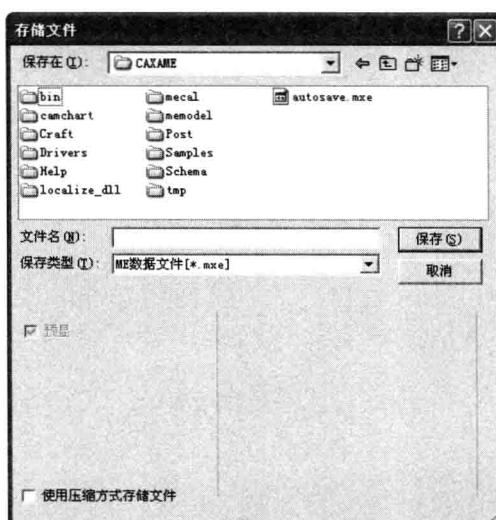

图 1-3-1
(1) 单击 CAXA 制造工程师 2011 工作界面中工具栏中的“保存”图标 ，系统弹出“存储文件”对话框，如图 1-3-1 所示。选择相应的文件目录和文件类型，输入文件名称，单击“保